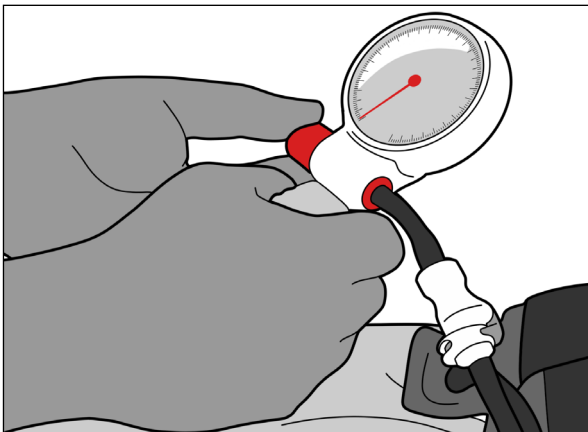

Figure 18
2. Tourner le bouton vers l'extérieur (Figure 18).